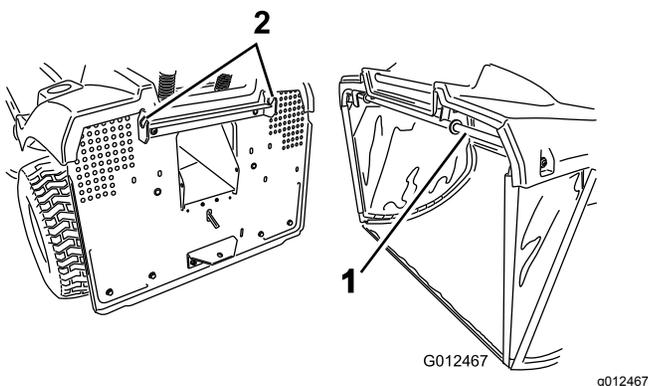

図 39
1. バッグの上部についているサポートバーを、機体後部にあるサポートブラケットの2つのノッチにはめる 図 39。